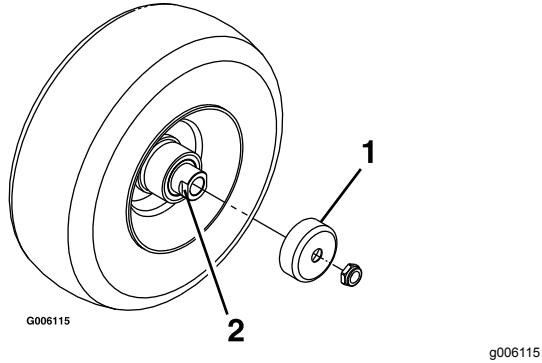

Figure 33
3. Déposez les protège-joints du moyeu de roue (Figure 33).